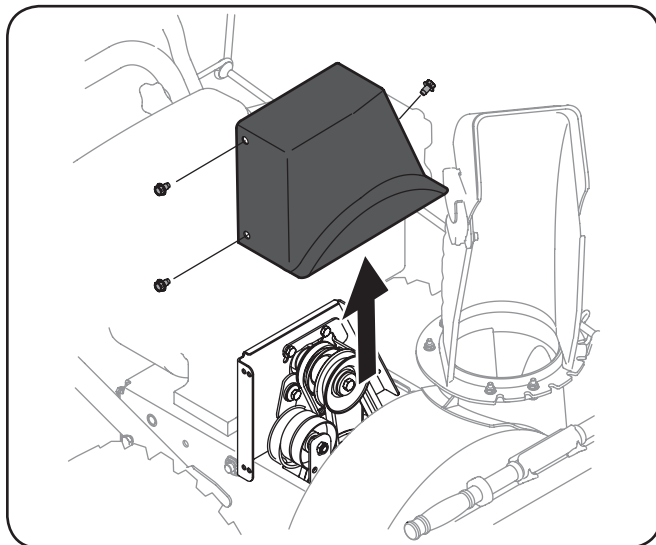

Figura 7-2
2. Saque la cubierta plástica de la correa ubicada en el frente del motor retirando los tres tornillos autorroscantes. Vea la Figura 7-2.